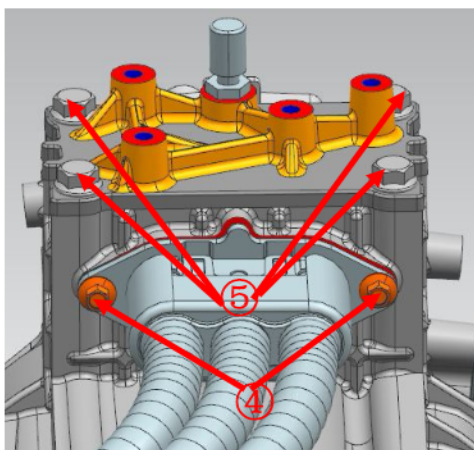
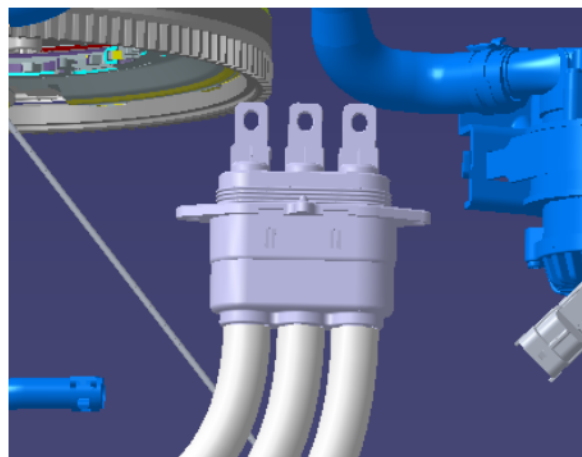

图 27
图 28
步骤 4：将图 27 所示序号⑤螺栓依次拧下，再将序号④所示 2 个螺栓拧下，最后将固定线鼻子 3 个螺栓拧下，螺栓为，拔下线束，如图 28 所示。
步骤 3：将线束放入电机内，先固定图 27 所示序号④螺栓，再将线鼻子固定，最后以相应力矩按对角顺序固定序号⑤螺栓。